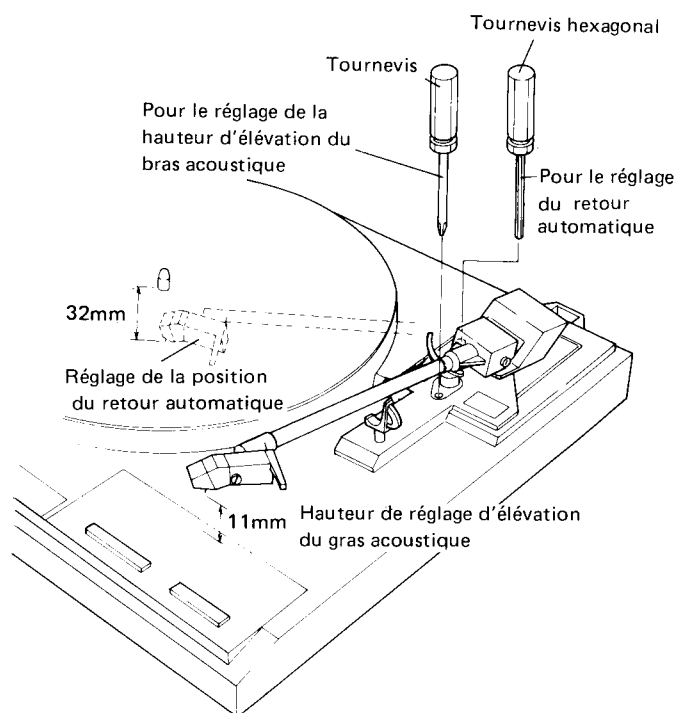

Fig. 10-1 Réglage de la hauteur d'élévation du bras acoustique et du retour automatique
5. Interrompre la rotation de la vis de réglage sur le point où on obtient un écartement de 32 mm entre la pointe de la tête de lecture et l'axe central. (Fig.10-1).